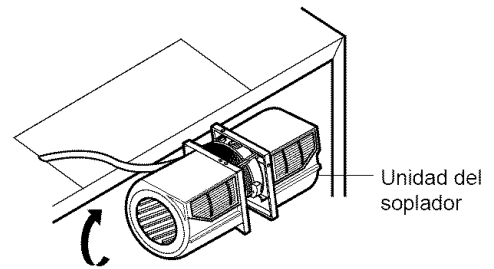

Figura 19
3. Rote 90° la unidad del soplador de modo que los puertos de expulsión enfrenten la parte superior del gabinete. Vea la **Figura 19**.